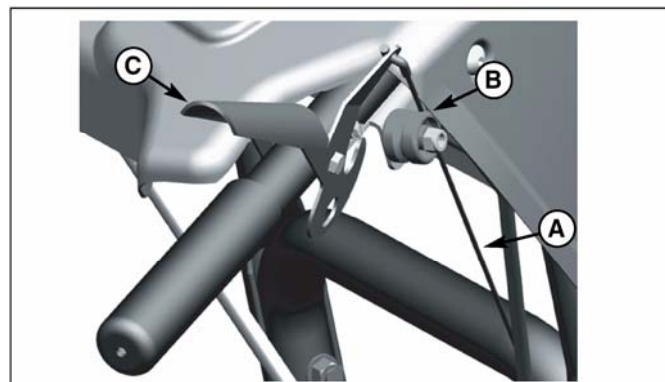

Рис. 15. Втулка троса привода шнека
1. Проверьте, чтобы трос привода шнека (А, рис. 15) находился сверху втулки (В), как показано на рис. 15.